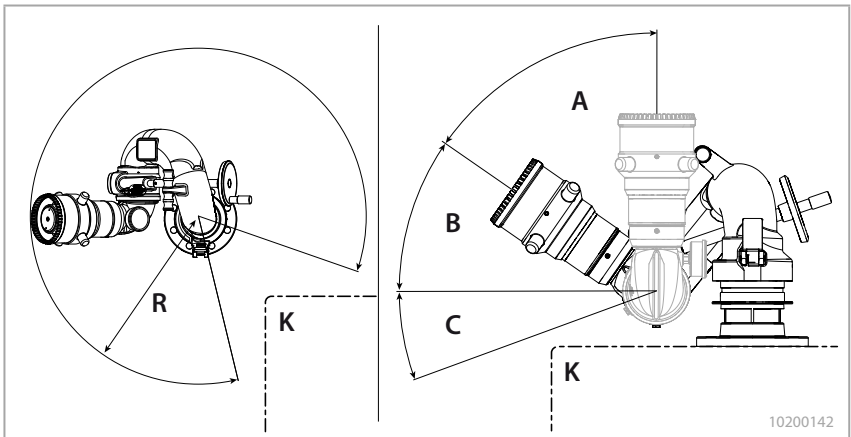

Fig. 5 Platzbedarf TerraStream 3
Der Radius des Schwenkbereichs (Fig. 5/R) hängt von der verwendeten Düse und dem geplanten Höhenweg sowie von vorhandenen Störkonturen (Fig. 5/K) ab.
- Es dürfen sich sowohl im minimalen als auch im maximalen Höhenwinkel (Fig. 5/A bzw. B oder C) keine Störkonturen im gesamten Schwenkbereich des TerraStream 3 Systems befinden.